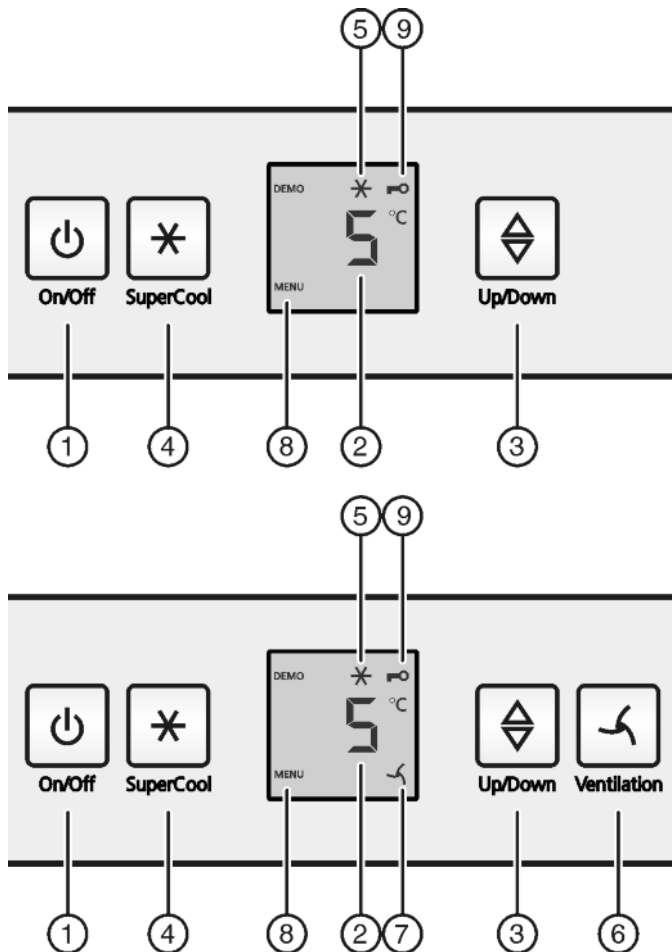

Fig. 2
- Aan/uit-toets Fig. 2 (1) indrukken.
- Toets SuperCool Fig. 2 (4) ca. 5 seconden indrukken.
- ▷ Op de display wordt het symbool Menu Fig. 2 (8) weergegeven.
- Met de toets SuperCool Fig. 2 (4) kort bevestigen.
- ▷ Het symbool Kinderbeveiliging Fig. 2 (9) op de display gaat branden.
- De toets On/Off Fig. 2 (1) kort indrukken.
- ▶ Temperatuurfunctie oproepen: Druk de insteltoets *Fig. 2 (3)* in.
- ▶ Temperatuur in 1 °C stappen wijzigen: Druk de insteltoets *Fig. 2 (3)* net zo vaak in, totdat de gewenste temperatuur op het temperatuurdrukdisplay oplicht.
- ▶ Toets SuperCool *Fig. 2 (4)* kort indrukken.
- ▷ Het symbool SuperCool *Fig. 2 (5)* is verlicht in de display.
- ▷ Het symbool SuperCool *Fig. 2 (5)* in de display gaat uit.
- ▶ Druk kort op de toets Ventilatie *Fig. 2 (6)*.
- ▷ Het symbool Ventilatie *Fig. 2 (7)* brandt.